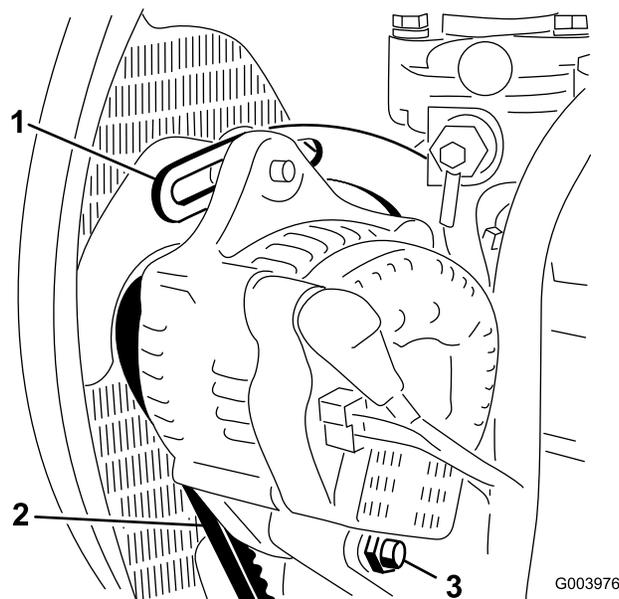

Figura 49
2. Verifique a tensão da correia do alternador, premindo-a (Figura 49) até metade entre as polias do alternador e do cárter com uma força de 10 kg.
3. Desaperte o parafusos que segura a abraçadeira ao motor (Figura 49), o parafuso que segura o alternador à abraçadeira e o parafuso de articulação.